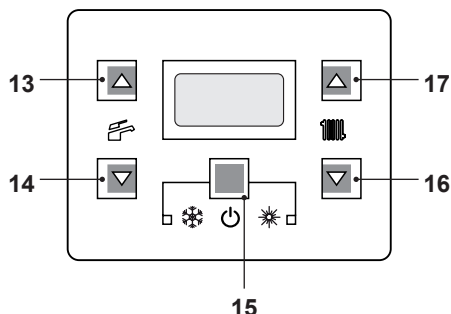

Figura 8.3
- Entrare in "modalità programmazione" premendo contemporaneamente per 10 secondi i tasti 15 - 16 - 17 (Figura 8.3) fino a far apparire sul display LCD le lettere **Pr** che si alternano con il codice **01**, indicanti
- Premere contemporaneamente i tasti 15 e 17 (Figura 8.3) fino a far apparire sul display LCD il valore del parametro 05 (00=G20) (Figura 8.6).
- Premendo il tasto 15 (Figura 8.3) si ottiene la conferma del valore inserito.
- Premendo contemporaneamente i tasti 15 e 16 (Figura 8.3) si esce senza modificare il valore (ritorno alla lista parametri Figura 8.5)
- Premendo contemporaneamente per 10 secondi i tasti 15 - 16 - 17 (Figura 8.3) si esce dalla "modalità programmazione".